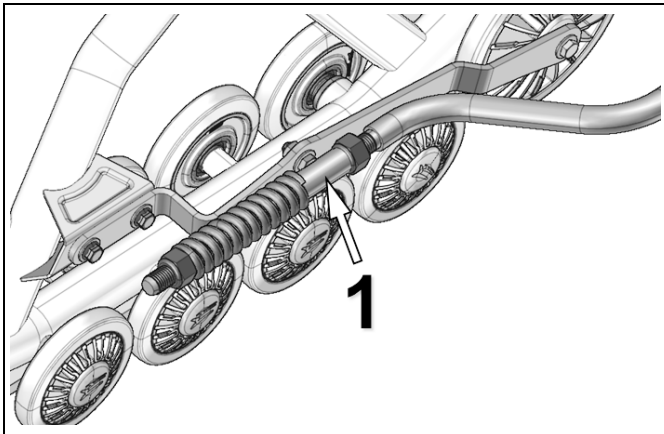

Figure 8
- Le bras stabilisateur doit être fixé au système de traction (1) et à l'ancrage arrière (2) installé sur le véhicule. Voir les figures 8 et 9 .